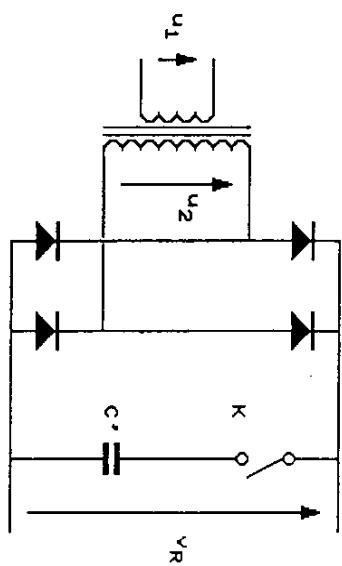

Figure 3
D - L'obtention de la tension V_R (figure 3) (5 points)
- 1) Quel type de conversion réalise le montage de la figure 3 ?